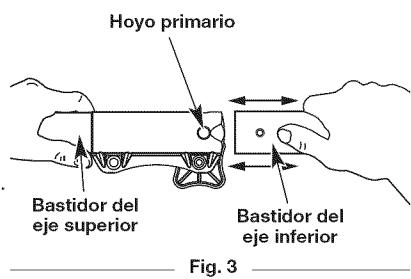

Fig. 3
- A la vez que sostiene firmemente el accesorio, empujelo derecho hacia el interior del acoplador Convertible™ hasta que el botón de desconexión encaje sólidamente en el orificio principal (Fig. 3).
- A la vez que sujetla la caja del eje superior, tire del accesorio recto hacia afuera del acoplador Convertible™ (Fig. 3).